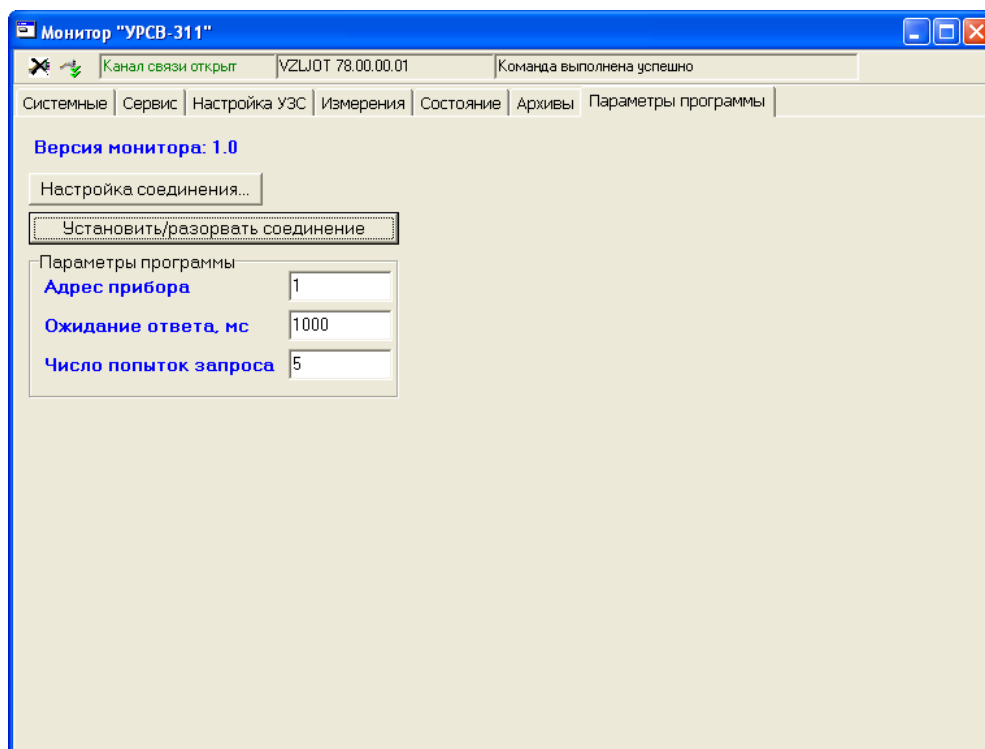

Рис.10. Окно «Параметры программы» программы «Монитор УРСВ-311».
2.5.7. В окне «Параметры программы» (рис.10) производится настройка программы для связи с расходомерами, объединенными в сеть по интерфейсу RS-485.